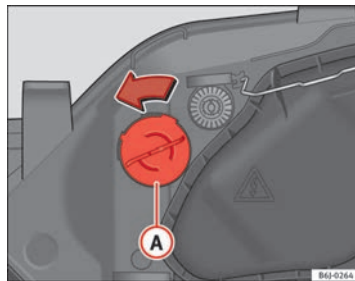

Fig. 157 Luz intermitente
- Gire el portalámparas ⇒ fig. 157 **A** a la izquierda y tirar.